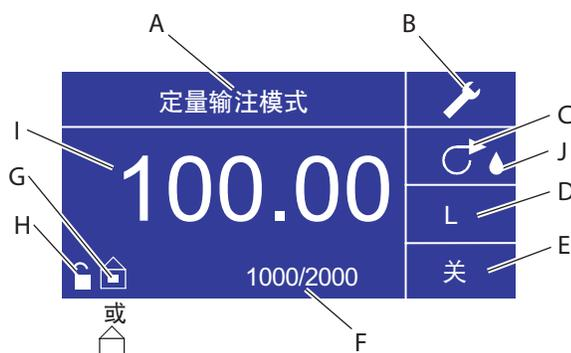

图 3-10 定量输注模式屏幕
6. **设置泵关闭时间：**用方向按钮和输入键，选中屏幕上显示的“关闭”选项（参见图3-10中的位置E），以输入关闭时间。使用方向按钮和输入键，设置泵关闭时间。屏幕中心的定时器会加亮显示，使用上/下箭头来增加/减少最右侧的数字代表的时间间隔。如果在定时器处于加亮状态下再次按下输入键，就可以使用上/下键逐个浏览数值，使用左/右键可在数字间进行切换。选择好最佳关闭时间后，请再次按压输入键进行确认。控制台现在将休息一段时间，时间长短由屏幕中心显示的时间决定。**注：**如果关闭时间被设为00:00:00，控制台需要根据键盘或远程I/O连接器输入的启动/停止指令开启下一次输注。
7. **设置批次数量：**使用方向按钮和输入键，从操作屏幕上选择批次数量图标（参见图 3-10 中的位置 F）。在批次数量屏幕上使用上/下箭头调整批次数量。按下输入键，确认所设批次数量。如果数量被设定为零（0），控制台将会进行无限次循环，∞符号将会显示出来。选择退出选项，返回到控制台操作屏幕。
9. **重设批次数量：**使用方向按钮和输入键来选择“批次数量”图标（参见图 3-10 中的位置 F）。在批次数量屏幕中选择重设，按下输入键重设批次数量。选择退出选项，返回到拷贝输注操作屏幕。